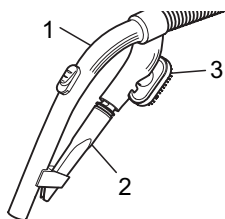

Abb. 5
■ Als **Zubehör** sind die Fugendüse und die 2 in 1 Kombidüse im Lieferumfang enthalten. Sie können an der Zuberhalterung (Abb. 5/1) befestigt werden.
#### - Fugendüse (Abb. 5/2)
#### - 2 in 1 Kombidüse (Abb. 5/3) zu verwenden als: